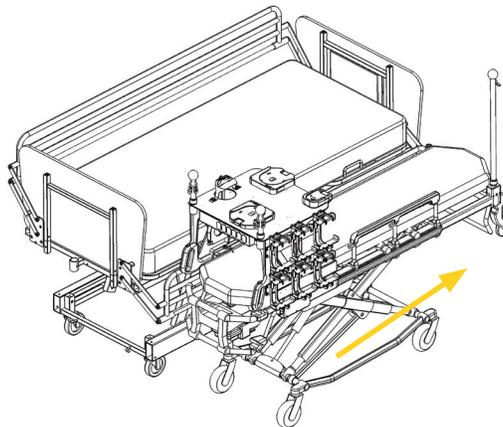

Figure 10: Position de la structure mobile après le transfert latéral
10. Une fois le transfert latéral terminé, saisir les poignées de la structure mobile, puis pousser la structure mobile vers le côté tête du patient, jusqu'à ce qu'elle se verrouille (Figure 10).